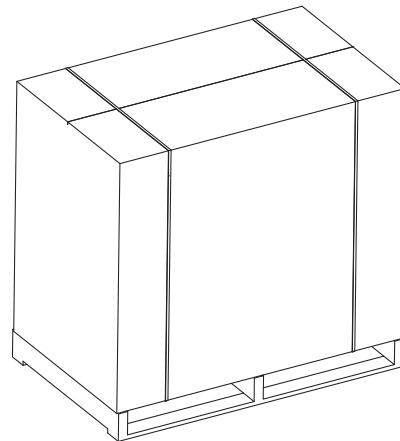
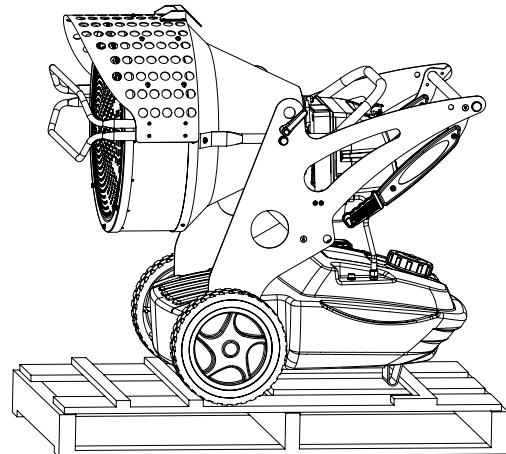

Рисунок 1 - Упаковка нагревателя
Рисунок 2 - Нагреватель на поддоне
- Удалить подставки, использованные для упаковки прибора (Рис. 1).
- Удалить крепления, фиксирующие нагреватель к поддону (Рис. 2).
- Тщательно прикрепить нагреватель к поддону (Рис. 2).
- Если есть возможность, вставить картон от упаковки сверху вниз до дна поддона, фиксируя его соответствующими материалами (Рис. 1).
- Хранить прибор в соответствующем, сухом месте, не устанавливать вертикально больше, чем 2 упаковки. Высыпать нагреватель так, как показано на Рис. 1 или, руководствуясь Рис. 2.